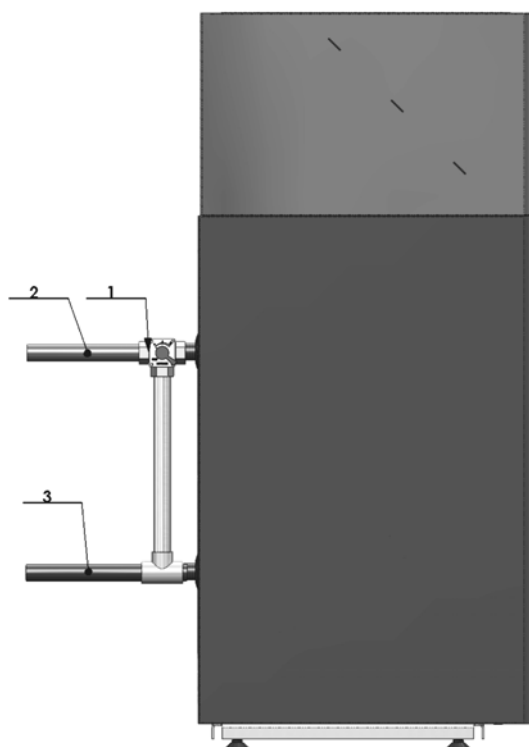

Рисунок 11.
- Переключатель на задней панели печи должен быть установлен в положение 1. (Рисунок 11)